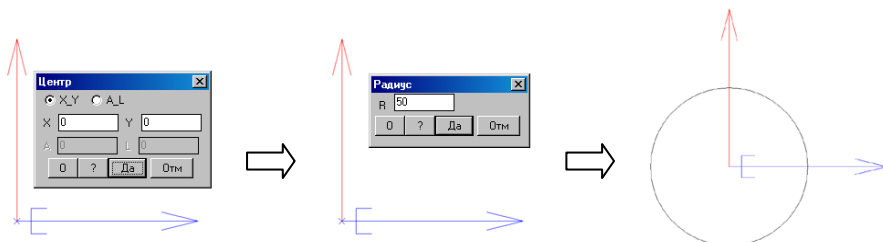

Рис. 4.13 Построение окружности по точке центра и радиусу
тра окружности через диалоговое окно. В рассматриваемом примере координаты центра вводятся через диалоговое окно, см. рис. 4.13.
*Расстояние / каСательно / *Диалог / радиус:* Указать с помощью левой клавиши мышки точку, определяющую радиус окружности, на экране либо нажать Enter для ввода радиуса через диалоговое окно. В рассматриваемом примере величина радиуса вводится через диалоговое окно, см. рис. 4.13 стр. 140